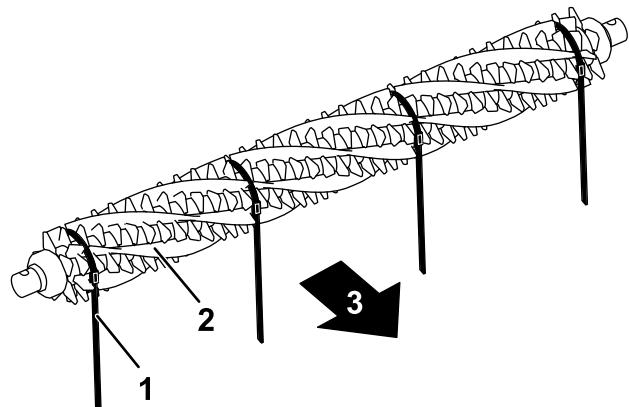

Bild 18
3. Schieben Sie von einer Seite der Groomerspindel eine Bürste in jede Rille um die ganze Länge der Groomerspindel (Bild 18).
Wichtig: Wickeln Sie die Riemen in der vorrangigen Drehrichtung um das Groomermesser und der Kehrbürste. Bild 18 zeigt die eingebauten Riemen in Vorwärtsrichtung.